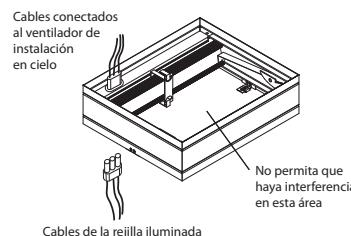

Figura 3 — Enchufe Eléctrico para el Juego de Rejillas Iluminado
- Si utiliza el juego de rejillas iluminado Dayton, asegúrese de que el cortafuegos contra radiación de instalación en cielo tenga un enchufe eléctrico. El enchufe eléctrico se debe insertar en el ventilador. Asegúrese de que los cables eléctricos no interfieran con el funcionamiento del cortafuegos. Consulte la Figura 3.